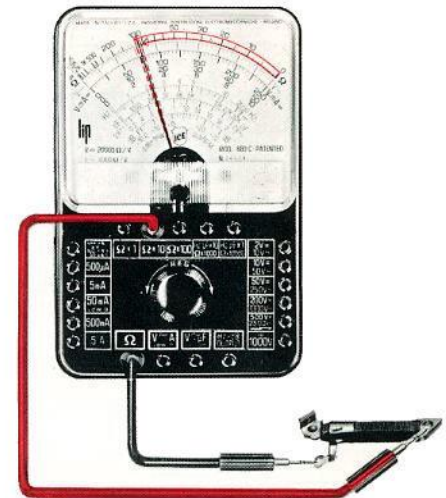

Figure 3 Résistance du stator bobine
– Appuyer la pointe du cordon noir sur la connexion de la bobine et la pointe du cordon rouge sur le talon métallique du stator (voir fig. 3).
– L'aiguille de l'appareil doit s'immobiliser entre les 2 traits arrivant aux flèches représentées sur la figure 3 et définissant les valeurs 950 Ω et 1050 Ω (95×10 et 105×10).